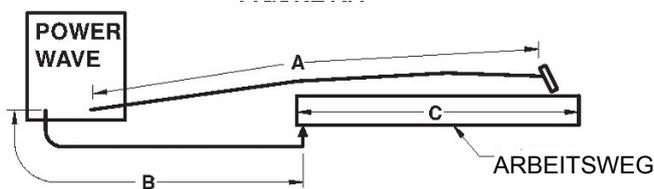

Abb. 3
Übermäßige Kabelinduktanz führt zu nachlassender Schweißleistung. Mehrere Faktoren tragen zur Gesamtinduktanz des Kabelsystems bei. Dazu gehören Kabelquerschnitt und Schleifen. Der Schleifenbereich wird definiert durch den Abstand zwischen Elektroden- und Arbeitskabel und die Gesamtlänge der Schweißschleife. Die Schweißschleifenlänge wird definiert als Gesamtlänge aus Elektrodenkabel (A) + Arbeitskabel (B) + Arbeitsweg (C) (siehe Abb. 3 unten). Um die Induktanz zu minimieren, immer den richtigen Kabelquerschnitt auswählen und möglichst Elektroden- und Arbeitskabel dicht nebeneinander führen, um den Schleifenbereich klein zu halten. Da der wichtigste Faktor bei der Kabelinduktanz die Schweißschleifenlänge ist, sollten überschüssige Längen vermieden und überschüssiges Kabel nicht aufgewickelt werden. Für lange Werkstücke sollte ein Gleitboden in Betracht gezogen werden. So bleibt die Schweißschleifenlänge möglichst kurz.